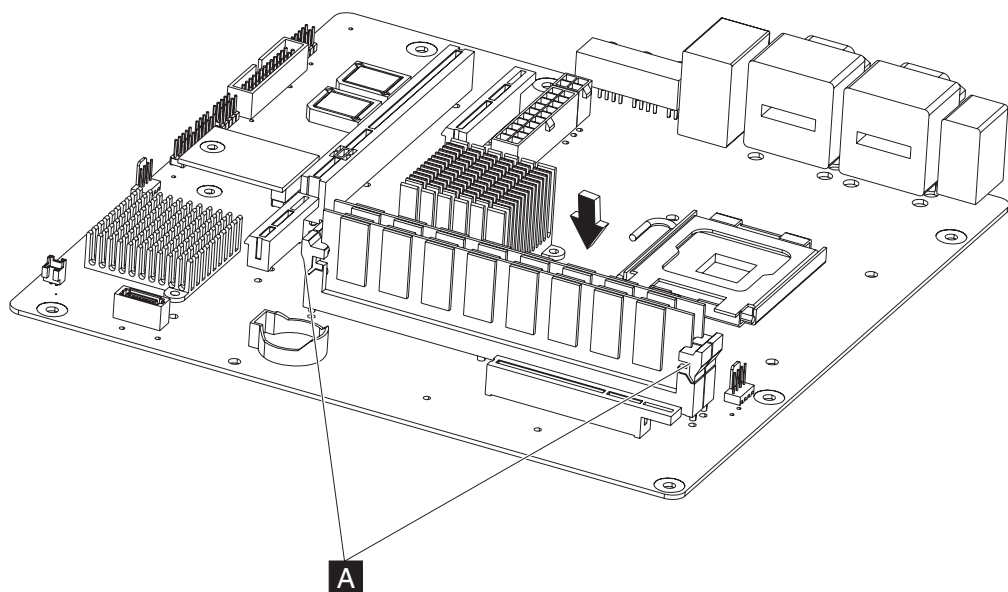

图 42. 更换内存模块
2. 只接触内存模块的顶角，顺着接口卡口用力按下。主板接口上白色卡口（图 42 中的 **A**）会随着模块的插入而闭合。